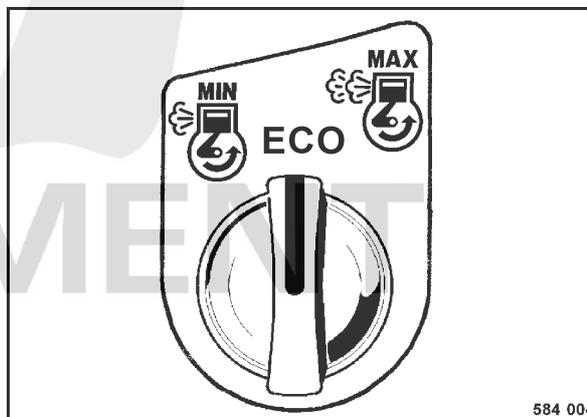

fig. 52
- Le cas échéant, positionner le régime moteur sur mode „ECO“ (automatique) (fig. 52).